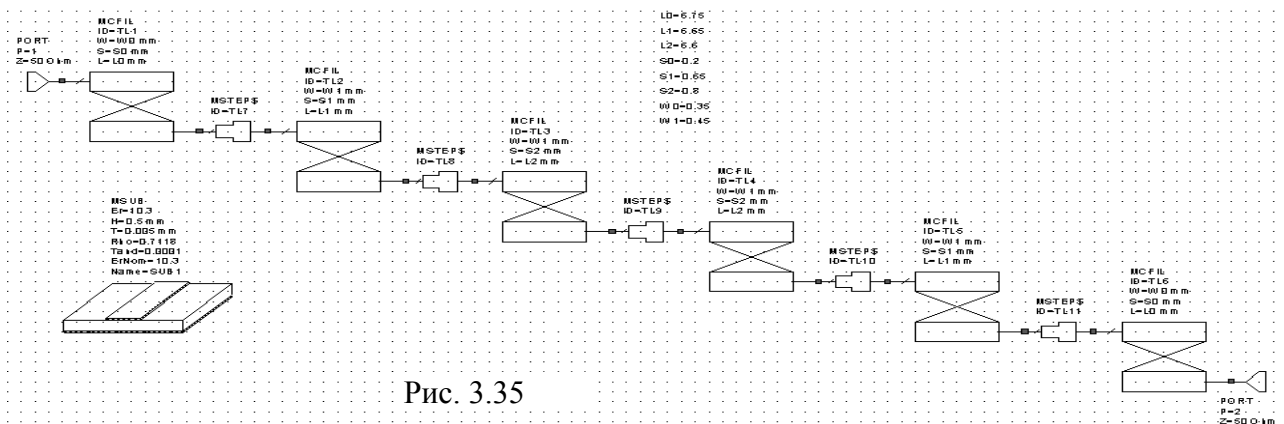

Рис. 3.35
3. Откройте вкладку **Elem** в левом окне проекта. Раскройте группу **Microscript** и щёлкните по подгруппе **Junctions**. В нижней части левого окна найдите элемент **MSTEPS\$**, перетащите его в окно схемы и установите на место первого удалённого элемента **MSTEPX\$**. Аналогично установите элементы **MSTEPS\$** на место всех остальных удалённых элементов **MSTEPX\$**. Полученная схема показана на рис. 3.35. Обратите внимание, что все размеры кратны размерам клеток сетки, которые мы установили в опциях топологии (**Layout Options**).